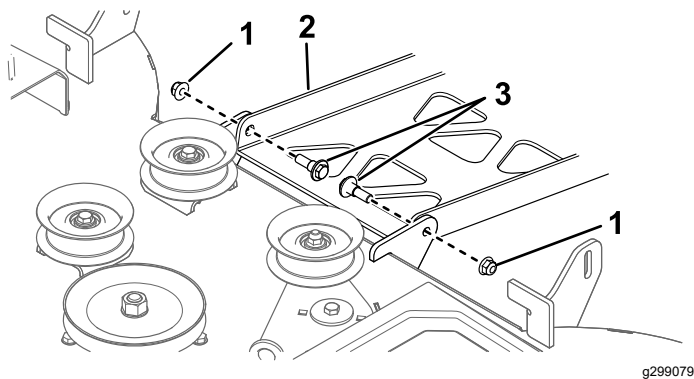

Figure 62
4. À l'arrière du tablier de coupe, retirez les 2 boulons à épaulement et écrous qui fixent le tablier au plateau pivotant (Figure 62).
9. Fixez l'arrière du tablier au plateau pivotant à l'aide des boulons à épaulement et des écrous retirés précédemment (Figure 62).